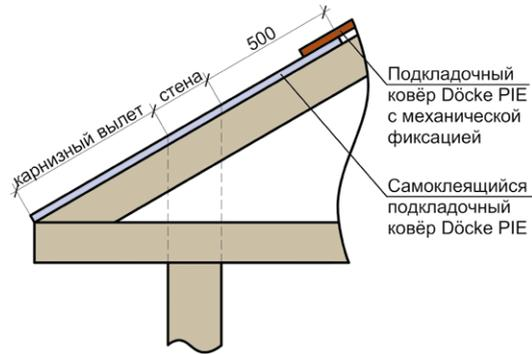
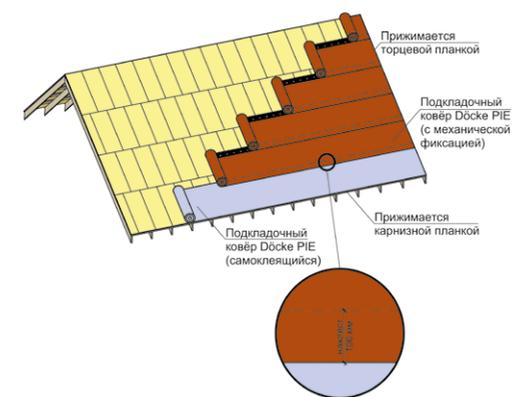

Рис. 8. Схема укладки самоклеящихся подкладочных ковров на карнизный свес.
Рис. 10. Схема расположения подкладочного ковра Döcke (последовательность укладки полотен в соответствии с пунктом 4.1.6.).
4.1.3 В ендове и вдоль карнизного свеса рекомендуется укладывать самоклеящийся подкладочный ковер Döcke. Величина карнизного свеса равна величине карнизного вылета плюс часть ската над стеной плюс 500 мм (рис. 8). Оставшуюся поверхность скатов допускается укрывать подкладочными коврами Döcke с механической фиксацией (рис. 10, рис 12). Также допускается монтаж самоклеящихся подкладочных ковров Döcke по всей площади кровли.
4.1.8 Крепёж подкладочного ковра осуществляется гвоздями (тип 1, таблица №1). Схема крепления полотна подкладочных ковров Döcke показана на рис. 10. Самоклеящиеся ковры Döcke вдоль карниза снизу прижимаются карнизными планками (п. 5 – «Установка карнизных и торцевых металлических планок»).